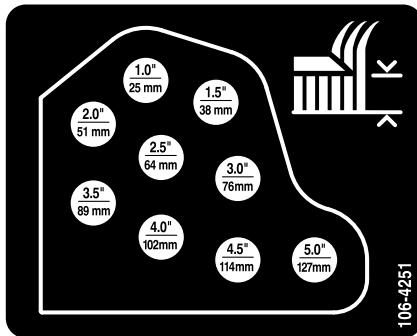

Figure 18
6. Montez les chaînes de hauteur de coupe dans le trou correspondant à la hauteur de coupe voulue (Figure 18) à l'aide de l'axe de chape et de la goupille fendue.